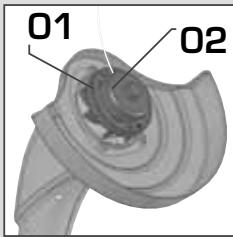

Fig. 06
Mantenha o porta carrelé(1) fixo e gire a tampa do carrelé(2) no sentido anti-horário **[Fig 06]**.